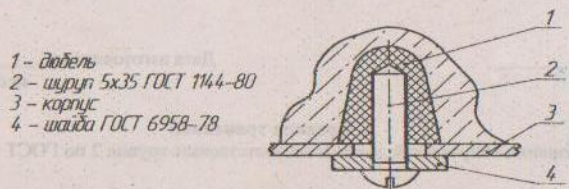

Рис. 3 Узел крепления корпуса облучателя
3.5 Закрепить корпус облучателя к опорной поверхности шурупами 4x35 ГОСТ 1144-80 по разметке согласно рис. 3 на высоте не менее 2 м от пола.